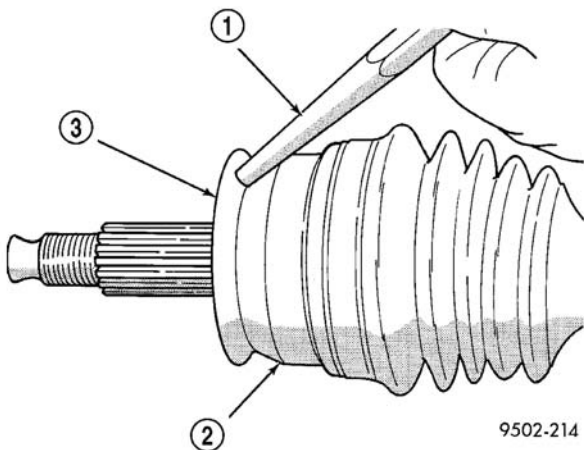

图 35 从外等速万向节上拆卸轴承护圈
- (1) 使用台钳夹紧半轴的连接轴部分。
- (2) 使用冲头（图 35）敲击轴承护圈的整个周围，将轴承护圈从外等速万向节上拆卸下来。